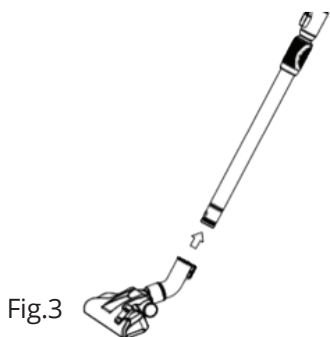

Fig.3
**Fig.3** indică modul de conectare a tubului cu peria: